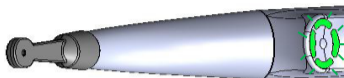

Fig. 8
6.5.1. Quando Implant Spotter è pronto, 4 segmenti lampeggiano verdi (Fig. 8).